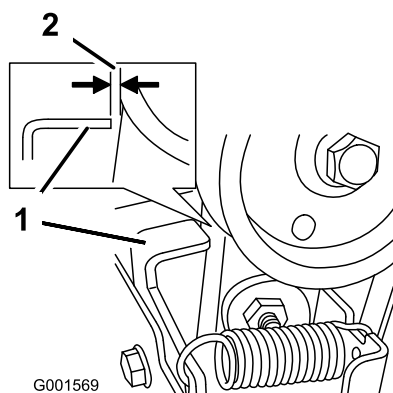

Figure 41
3. Lorsque le levier de commande de la vis sans fin/turbine est désengagé, vérifiez qu'un écart de 1,5 mm (1/16 po) existe entre l'embrayage de la vis sans fin et la patte, comme montré à la Figure 41.